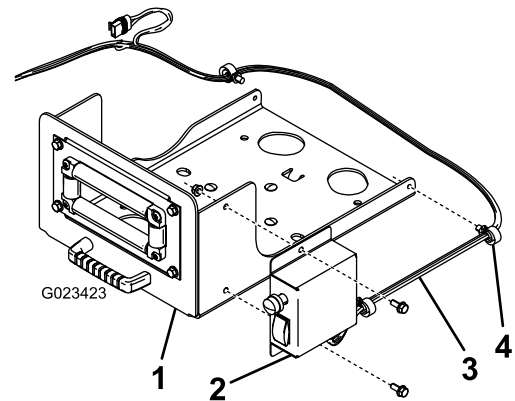

図 6
5. スイッチボックスをスイベルプレートに取り付ける；ボルト (5/16 インチ) 2本と、フランジナット (5/16 インチ) 2個で図 6のように取り付ける。
6. ワイヤハーネスを、スイベルプレートに固定する；既存のクリップを使用する（図 6）。